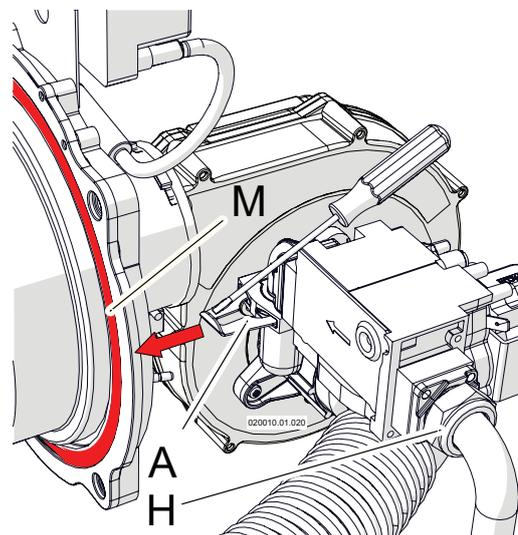

Figura 6-3
- 3.- svitare il raccordo "H" di Figura 6-3;
- 4.- con l'aiuto di un cacciavite rimuovere la forcina "A" di Figura 6-3;
- 7.- reinstallare la valvola gas facendo attenzione alla corretta posizione dell'OR "L" di Figura 6-5 e alla guarnizione del raccordo "H" di Figura 6-3;
- 9.- avvitare il raccordo "H" di Figura 6-3;